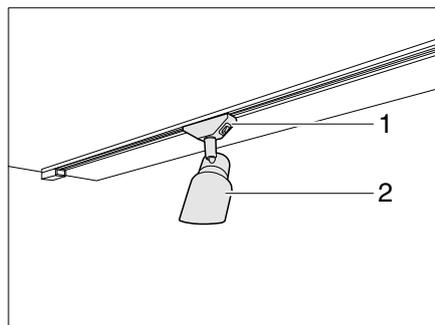

Bild 93 Spotleuchte
- Halterung (Bild 93,1) fassen und um 45° drehen.
- Spotleuchte (Bild 93,2) aus Schienensystem entnehmen.
- Spotleuchte (Bild 93,2) an gewünschter Position in das Schienensystem einsetzen und um 45° drehen.